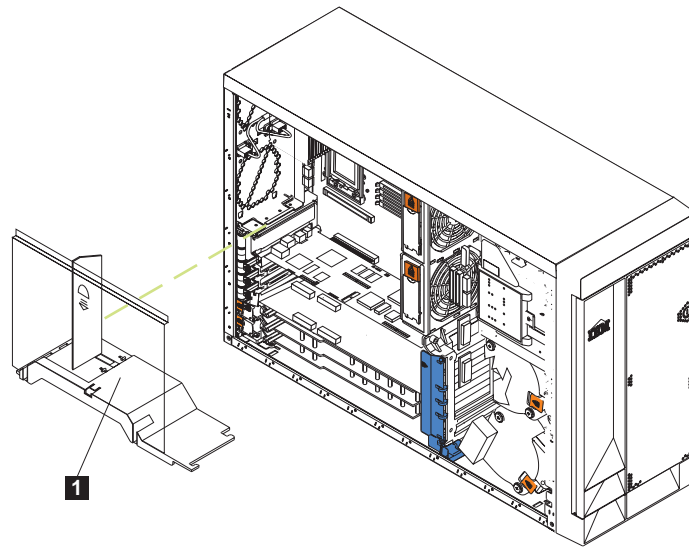
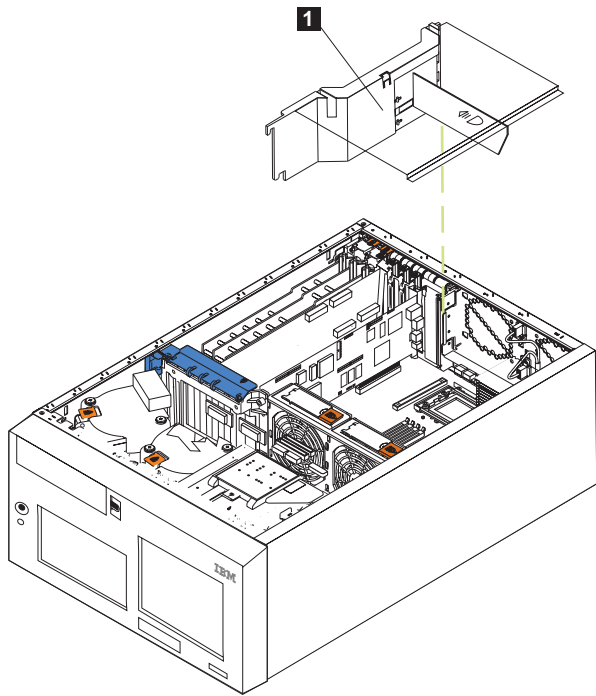

图 34. 卸下气流隔板组件（型号 25T）
图 35. 卸下气流隔板组件（具有机架安装转换功能的型号 25T）
3. 查看图 34 或第 46 页的图 35 并将气流隔板组件从导轨中拉出；然后，从引擎中卸下它。